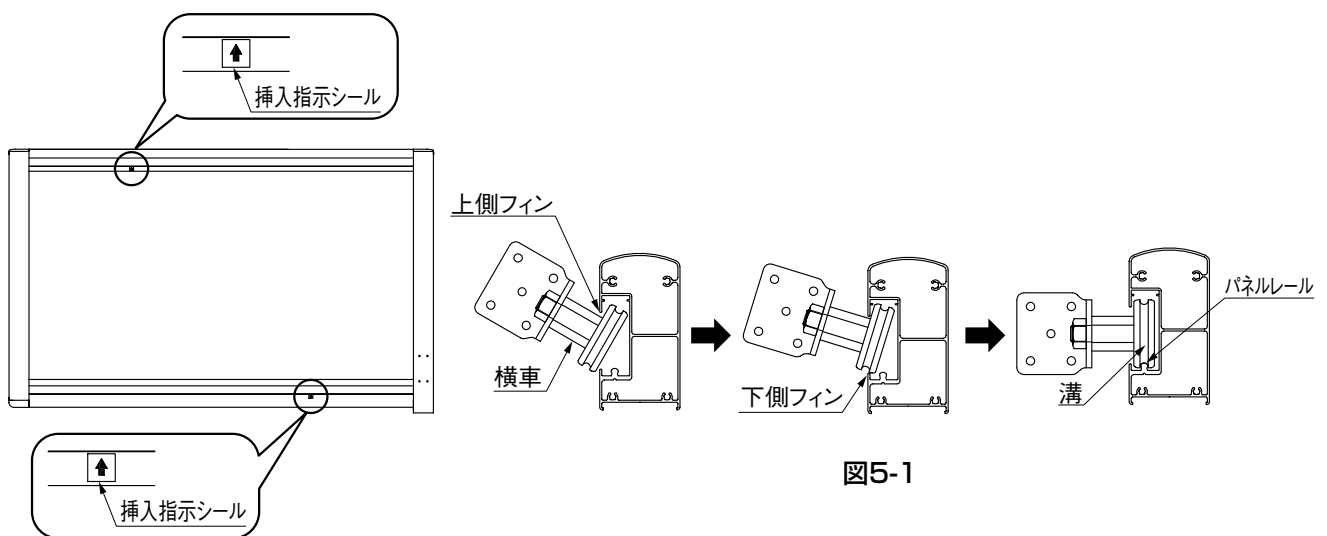

図5-1
- ❶ 挿入指示シールの位置確認をしてください。
- ❷ 横車を傾けて上側フィンと下側フィンに注意しながら挿入してください。(図5-1参照)
- ❸ 横車挿入後は、横車の溝とパネルレールがはまっているのを確認してから挿入指示シールを剥がしてください。